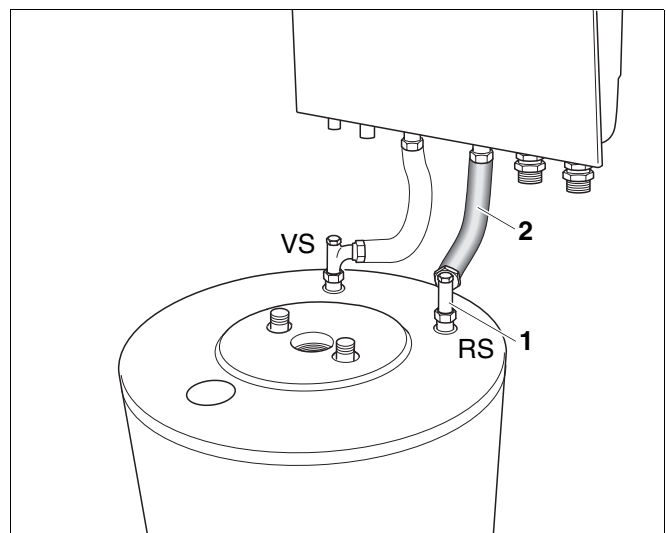

Abb. 18 Welschlauch an Speichervorlauf montieren
- In die Winkelverschraubung (Abb. 18, **Pos. 1**) die Dichtung einlegen.
- Winkelverschraubung (Abb. 18, **Pos. 1**) am Rücklauf des Speicher-Wassererwärmers schrauben und ausrichten (ca. 45° nach links, siehe Abb. 18).
- Welschlauch (Abb. 18, **Pos. 2**) mit den Überwurfmuttern und eingelegten Dichtungen zwischen die Winkelverschraubung des Rücklaufs am Speicher-Wassererwärmer und am Rücklauf des Heizkessels schrauben.